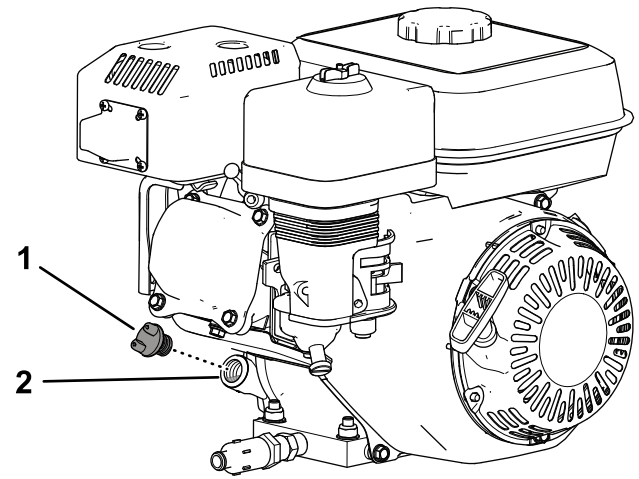

Figura 28
2. Limpie la zona alrededor del tapón de llenado de aceite (Figura 28).